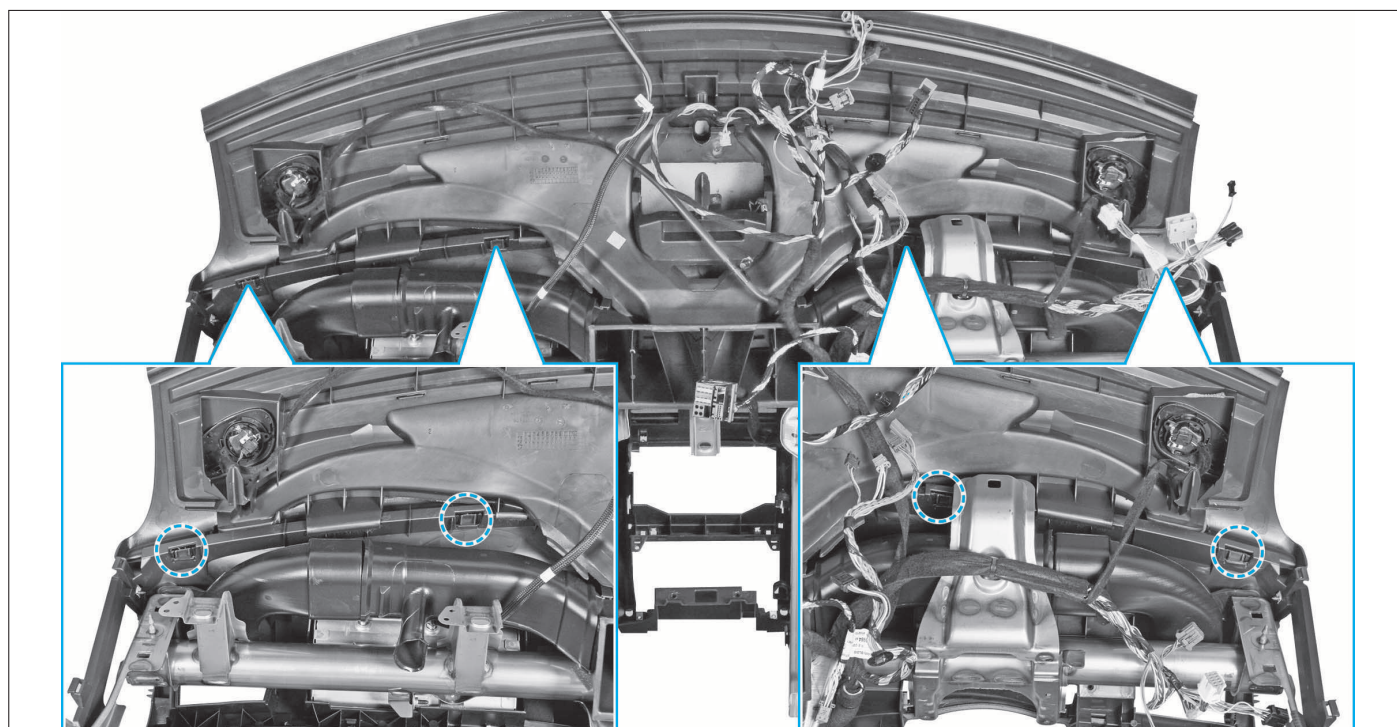

FIG. 8
- à l'aide d'une pince ou d'un outil similaire, appuyer sur les 4 languettes afin de désolidariser la garniture supérieure de la planche de bord (Fig.8).